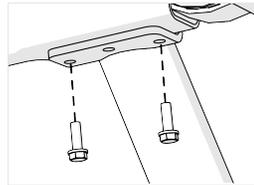

Abbildung 1
1. Platzieren Sie das obere Ende der rechten Stütze am rechten Seitenarm und stecken Sie zwei Schrauben ② (mit Unterlegscheiben versehen) in die beiden Löcher unter der Seitenarmstützen-Halterung (Abbildung 1). Ziehen Sie sie teilweise fest.